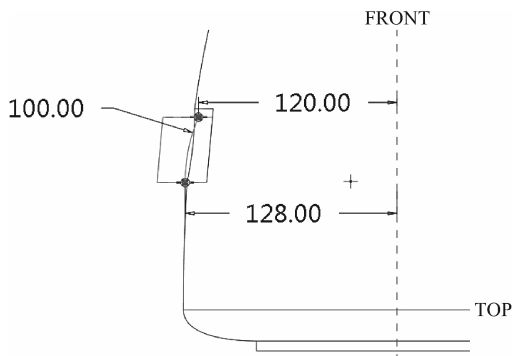

图 7-80 扫描轨迹草绘
(6) 单击按钮, 选择绘图区中的 FRONT 平面作为草绘平面, RIGHT 平面作为参照平面, 参考方向为顶。利用弧工具绘制如图 7-80 所示的“草绘 11”。